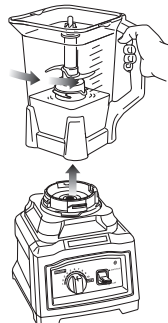

Fig. 8
- 12 Gire la jarra en sentido antihorario para retirarla y, luego, levántela de la base. (Fig. 8)